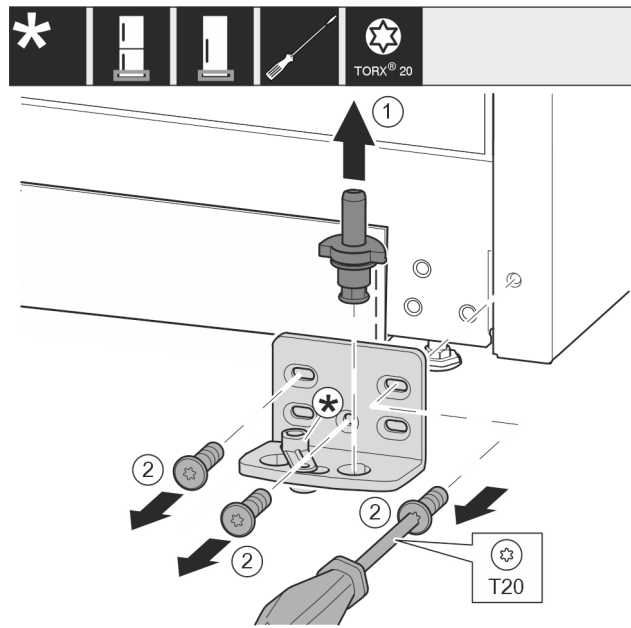

Fig. 16 *
- ▶ Ložiskový čep Fig. 16 (1) celý vytáhněte nahoru.*
- ▶ Šroubovákem vyšroubujte šrouby Fig. 16 (2) a sejměte stojan ložiska.*